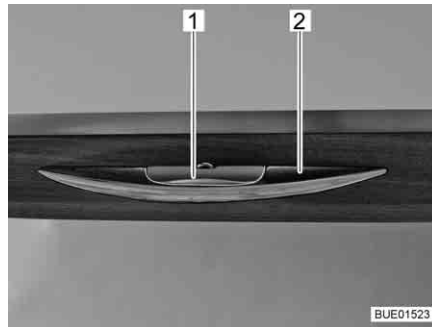

Fig. 46 Trampa de mueble con tirador de desbloqueo
- Presionar el tirador de desbloqueo (Fig. 46,1) y mantenerlo presionado.
- Tirar del tirador (Fig. 46,2) hasta que la trampa de mueble esté abierta.